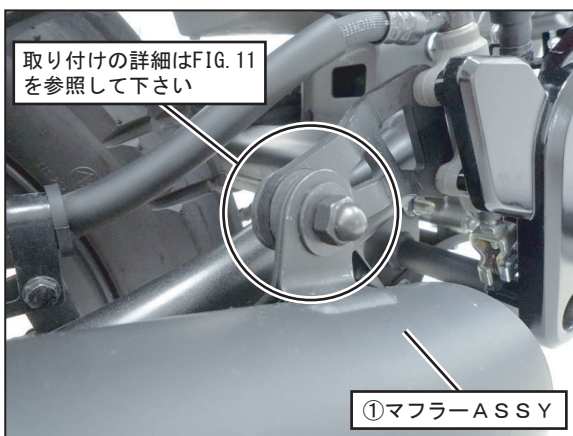

FIG. 10
8. ①マフラーASSY後側のステーを手順5で取り付けした③サイレンサーステーに⑥六角ボルトM8×30(黒)、⑧平ワッシャM8×22(黒)、⑨平ワッシャM8×26(黒)、⑪袋ナットM8(黒)を使用して仮締めして下さい。(FIG. 10, 11参照)